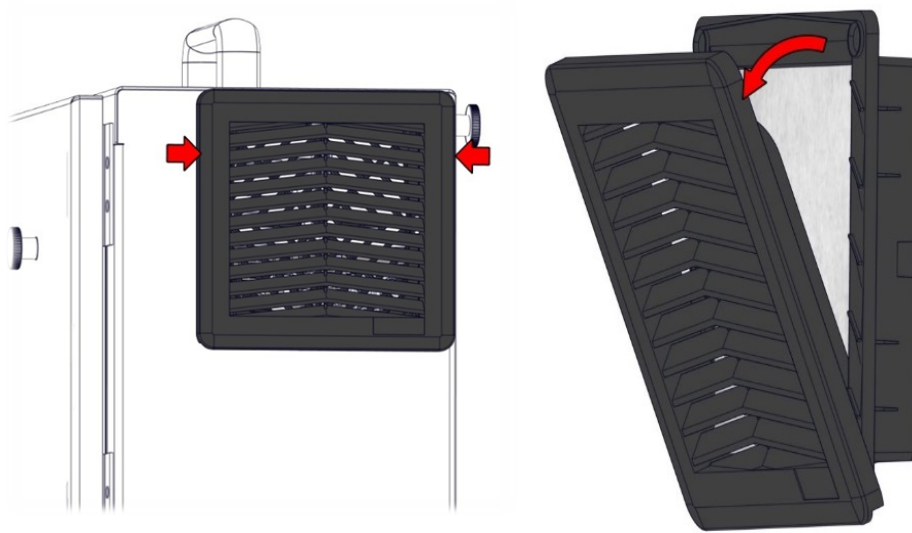

Figura 3.7. Sustitución de los filtros de la caja de control.
1. Retire suavemente el marco exterior de plástico, tirando hacia las flechas rojas, como se muestra abajo en la figura 3.7. El marco se inclina hacia afuera.